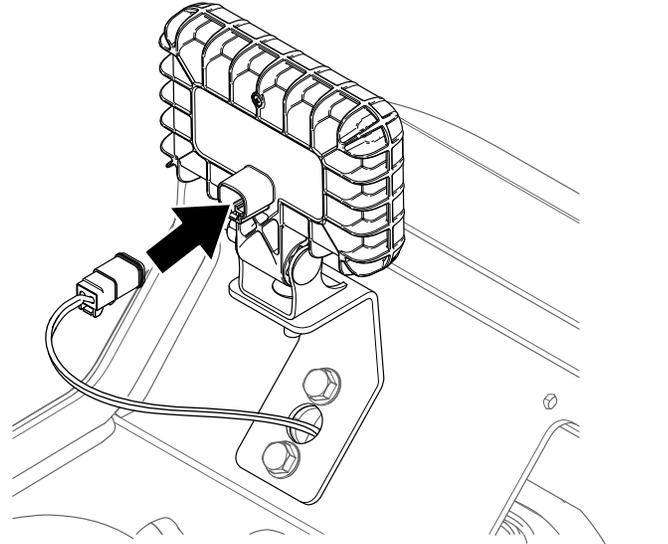

Figure 11
- 9. En passant par l'ouverture laissée par la plaque de la console, faites passer le connecteur du feu gauche par le trou dans le support de feu gauche et branchez-le au feu gauche (Figure 11).